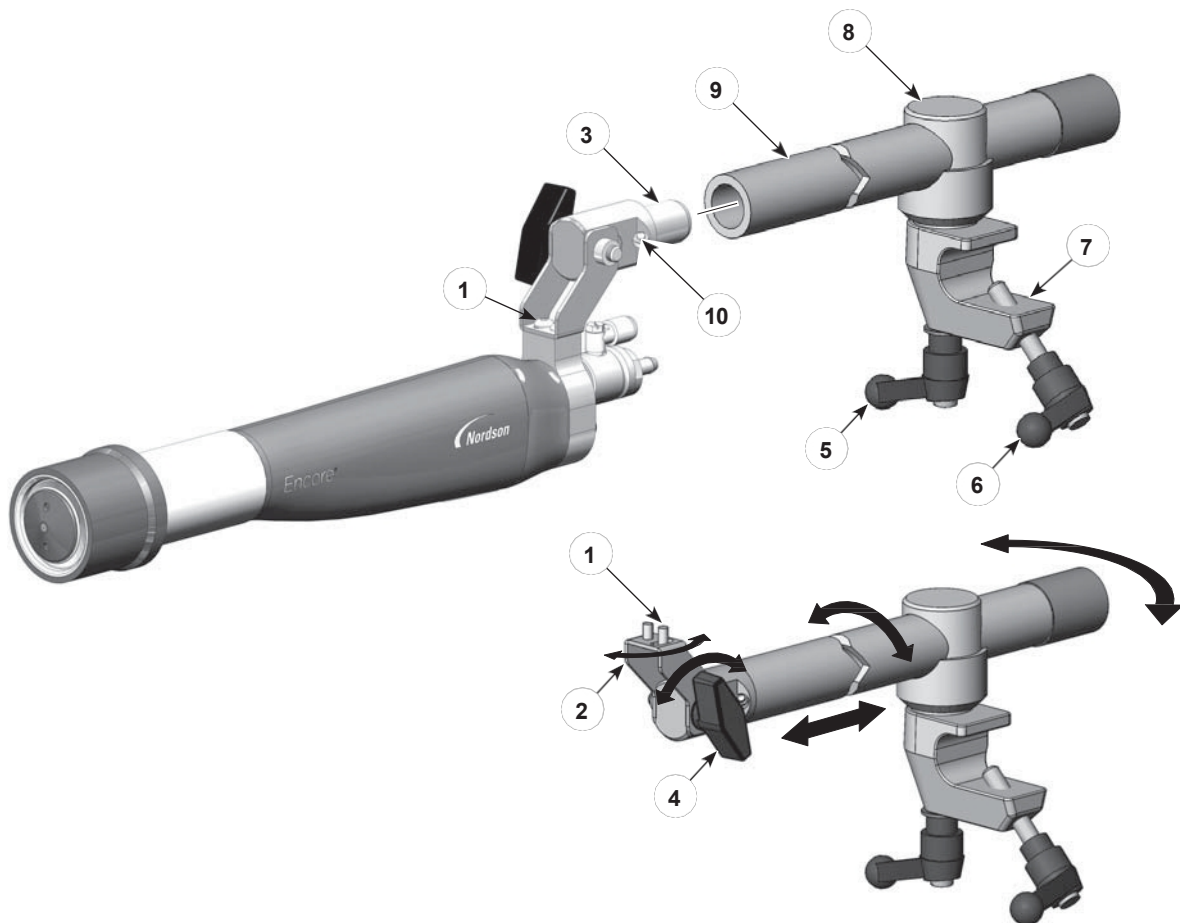
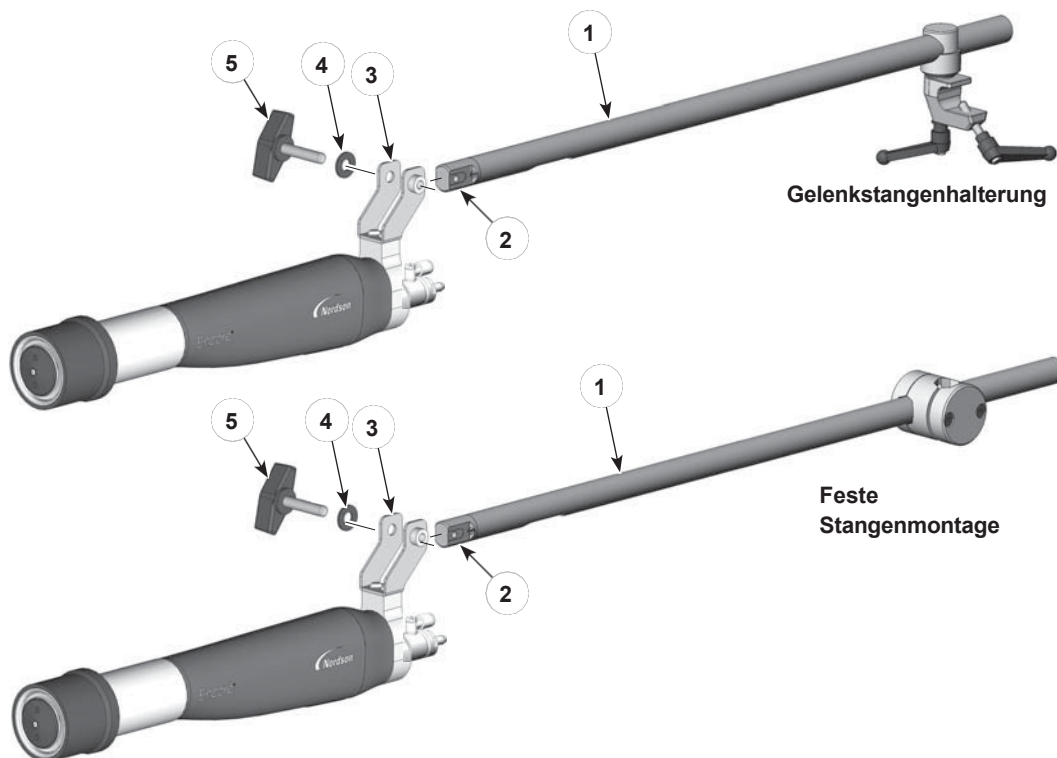
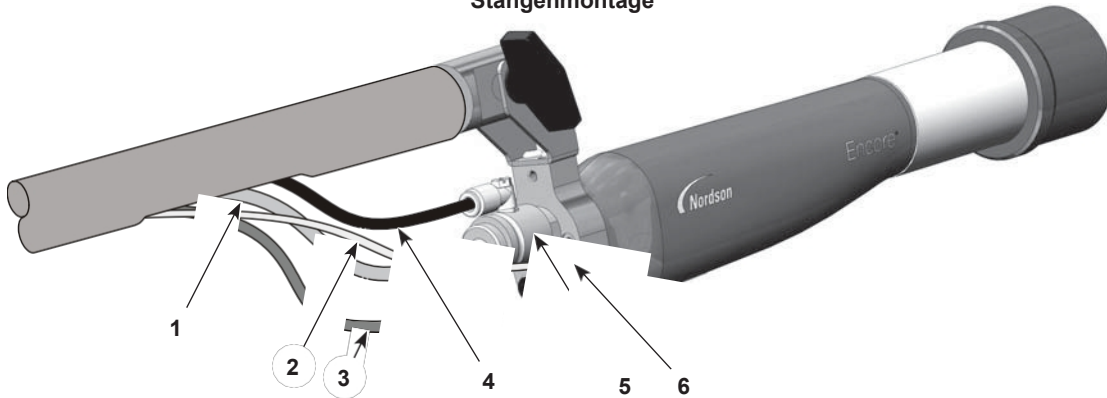

Abbildung 3-1 Standard Montage der Gelenkstabpistole
Abbildung 3-2 Optionale Spritzpistolen-Halterungen
Abbildung 3-3 Anschlüsse der Spritzpistole – Abgebildete konische Düse
1. Siehe Abbildung 3-1. Setzen Sie den Rohradapter (3) in das Ende der Einstellstange (9) ein und sichern Sie ihn durch Anziehen der Stellschraube (10) mit einem 4-mm-Inbusschlüssel.
- Um die Spritzpistolendüse von einer Seite zur anderen zu bewegen, lösen Sie die rechte Knopfschraube (1).
- Um die Spritzpistolendüse nach oben oder unten zu kippen, lösen Sie den Kippknopf (4).
- Um die Einstellstange zu drehen oder nach vorne oder hinten zu schieben, lösen Sie den Feststellgriff (5).
2. Setzen Sie die Klemme (7) auf eine 1-Zoll-Montagegestange und ziehen Sie den Klemmengriff (6) fest.
3. Bündeln Sie den Pulverschlauch, den 4-mm-Klarsicht-Elektroden-Luftspülschlauch und das Kabel der Spritzpistole zusammen und befestigen Sie sie mit Nordson-Klettbandern an der Einstellstange. Verbinden Sie sie mit der Sprühpistole wie in Abbildung 3-3 gezeigt.
Siehe Abbildung 3-2. Die optionalen Stangenmontagesätze haben Einstellstangen (1) mit großem Innendurchmesser, durch die der Pulverschlauch, die Luftschläuche und das Kabel der Spritzpistole geführt werden können. Der mit der Sprühpistole gelieferte Rohradapter (2) kann mit diesen Sätzen nicht verwendet werden. Er muß gegen den mit den Kits gelieferten Rohradapter ausgetauscht werden.
1. Schrauben Sie den Knopf und die Unterlegscheibe (5, 4) von der Pistolenhalterung (3) ab und entfernen Sie sie.
3. Schieben Sie das Ende des optionalen Rohradapters (2) in die Montagehalterung der Spritzpistole und richten Sie das Loch im Ende des Rohradapters auf die Löcher in der Montagehalterung der Spritzpistole aus.
5. Siehe Abbildung 3-3. Ziehen Sie (in der folgenden Reihenfolge) das Pistolenkabel, den 4-mm-Klarsicht-Elektrodenschlauch und den Pulverschlauch durch das Endmontagerohr und aus der Aussparung. Schließen Sie sie wie in Abbildung 3-3 gezeigt an die Spritzpistole an.
Siehe Abbildung 3-3.